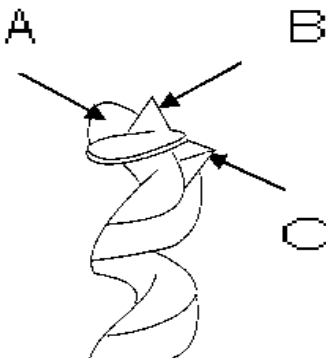

Fig 16
Feilen Sie an der Innenseite des Vorschneiders (A, Fig 16), an den Seitenflächen der Zentrierspitze (B) und an der Spanfläche der Hauptschneide (C)